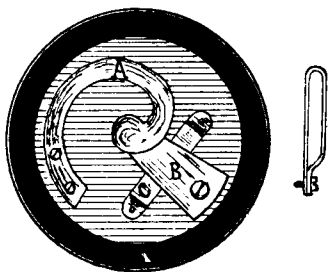

Рис. 66.
**Пожароизвѣститель Дюпрэ** представляетъ изъ себя почти обыкновенную кнопку, нижняя упругая пружина которой В имѣетъ въ разрѣзѣ дугообразный видъ (рис. 66). Въ промежуткѣ между сторонами этой пластинки вставляется полоска С изъ легкоплавнаго металла, привинчиваемая къ основанію кнопки двумя винтами. Металлъ, изъ котораго сдѣлана эта полоска, составляетъ такимъ образомъ, чтобы, какъ только температура будетъ около  $40^{\circ}$ , полоска плавилась и освобождала бы пружину В. Последняя, освободившись, поднимется, прижмется къ пружинѣ А и замкнетъ токъ въ цѣпи.